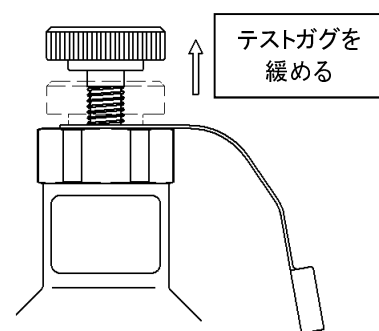

図6
- 5) 水圧検査終了後、製品内の圧力がゼロの状態であることを確認して、テストガグをねじ止めのストッパー部が挿入できる位置まで緩めます(図6)。